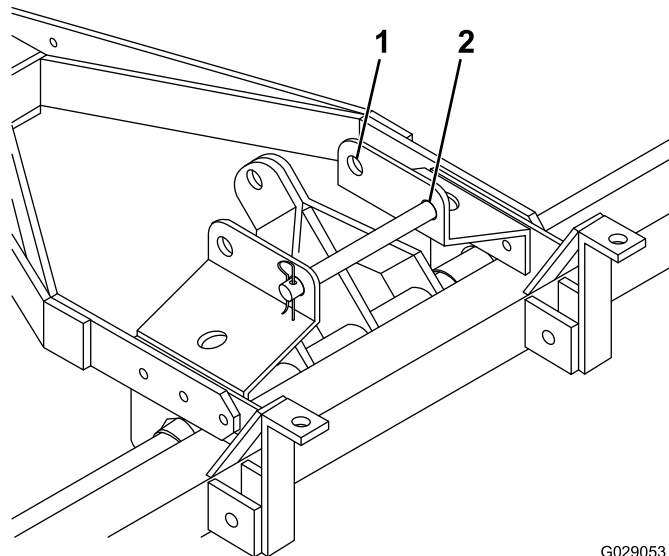

図 10
1. ロックピンを後ろエアレーション位置にセットする図 10。
6. モデル 44856 は、牽引時にロックピンを前穴に入れる図 10。